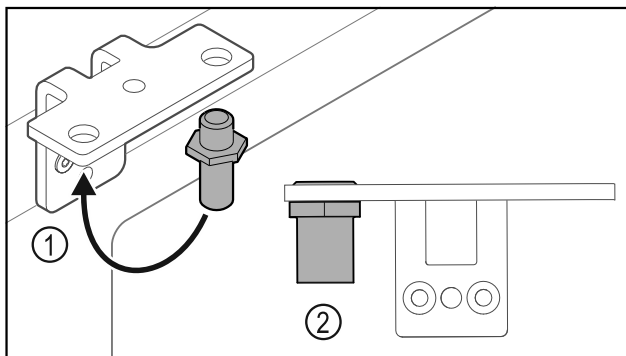

Fig. 37
- Cambiar la posición del perno Fig. 37 (1) en la escuadra de bisagra.
- Apretar el perno Fig. 37 (2) con un **par de 12 Nm**.